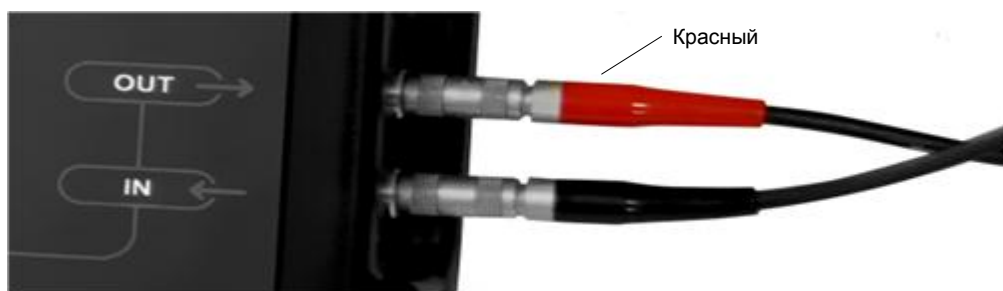

Рисунок 3
- Раздельно-совмещенные (РС) преобразователи (тип D) подключаются с помощью двойного кабеля LEMO-LEMO. Разъем, обозначенный OUT, служит для подключения передающего пьезоэлемента, обозначенный IN – приемного пьезоэлемента. Обычно на РС преобразователях разъем передающего пьезоэлемента обозначен красной точкой, а соответствующий кабель имеет красный хвостовик (рисунок 3).